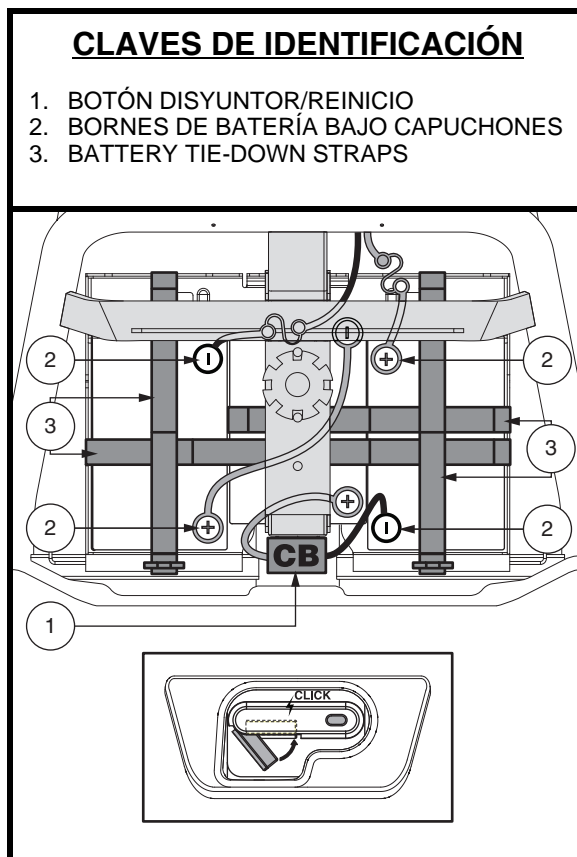

Figura 12. Remoción de la batería / Instalación de Terminales y Conexiones
- Coloque una nueva batería en los contenedores correspondientes siguiendo el diagrama de conexiones que aparece en la **figura 12.**